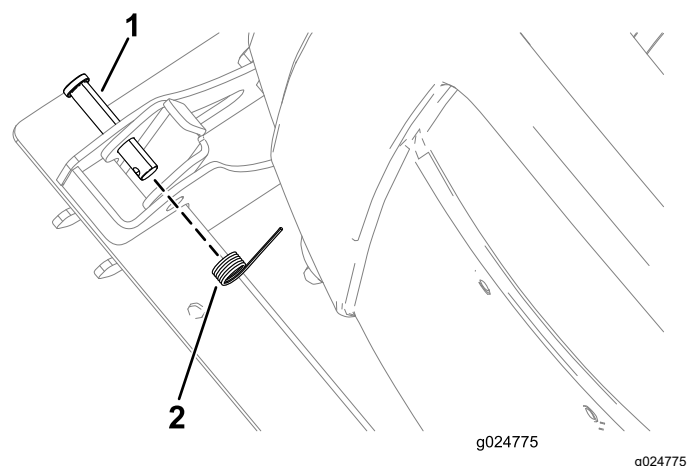

Figura 24
7. Instale a mola no passador de forquilha (Figura 24).